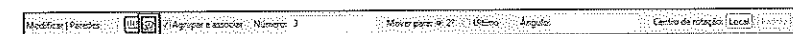

Figura 6.60 – Barra de opções da ferramenta Matriz no modo angular.
- **Ângulo:** define o ângulo da cópia. Vamos fazer quatro cópias da cadeira num ângulo de 360°. Selecione a cadeira, clique em **Matriz** e indique o modo angular, conforme os parâmetros da barra de opções da Figura 6.60.